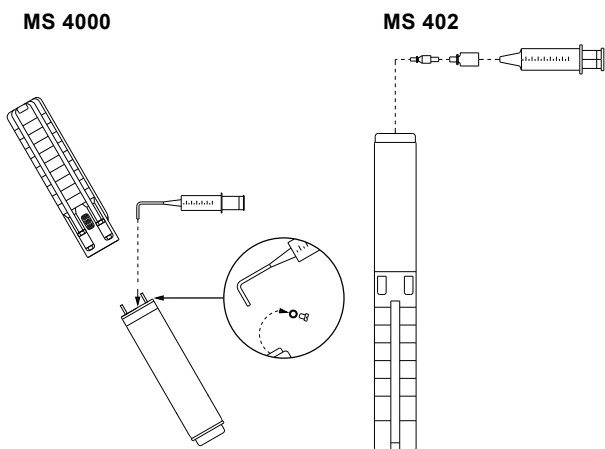

Рис. 2 Положение насоса при заполнении – MS 4000 и MS 402
1. Погружной насос расположить так, как показано на рис. 2. Служащая для заполнения жидкостью полая шпилька должна находиться в наивысшей точке электродвигателя.
3. С помощью заправочного шприца заполнять электродвигатель охлаждающей жидкостью как показано на рис. 2, до тех пор, пока эта жидкость не будет вытекать обратно из заливочного отверстия.